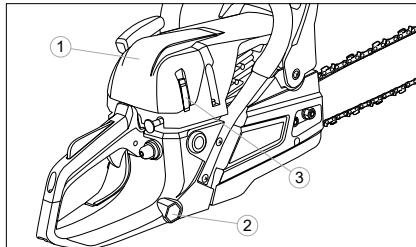

Fig. 24
1. Retirez le couvercle du filtre à air 1 (Fig. 24) en desserrant les loquets 3. Pour ce faire, utilisez un tournevis sur la clé à bougie 2.